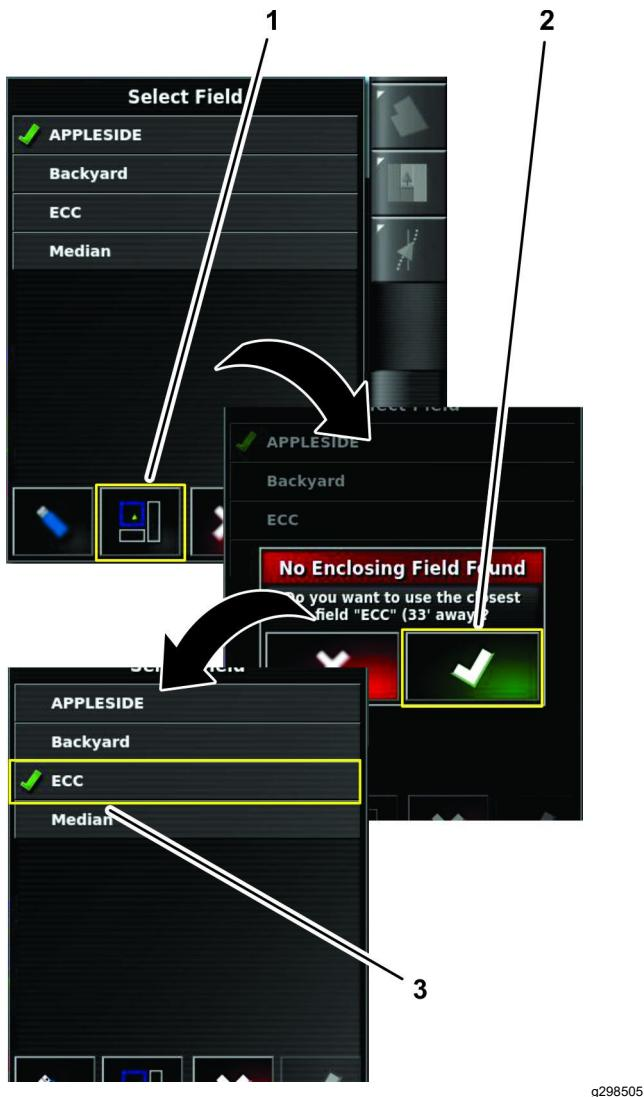

Figura 37
- Nell'elenco Seleziona campo, premete l'icona Confine del campo più vicino GPS (Figura 37).
2. Premete l'icona di Conferma (Figura 37).